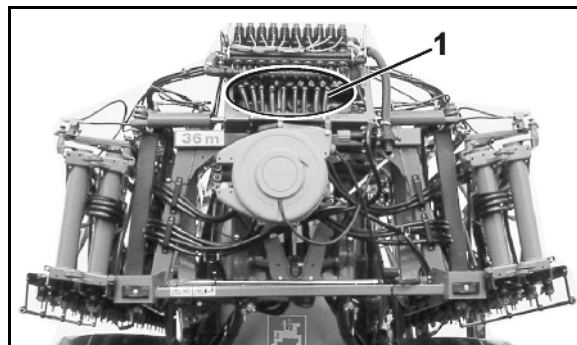

Fig. 158
13. Staccare tutte le tubazioni del prodotto dalle valvole delle larghezze parziali (Fig. 158/1) e soffiare con aria compressa.